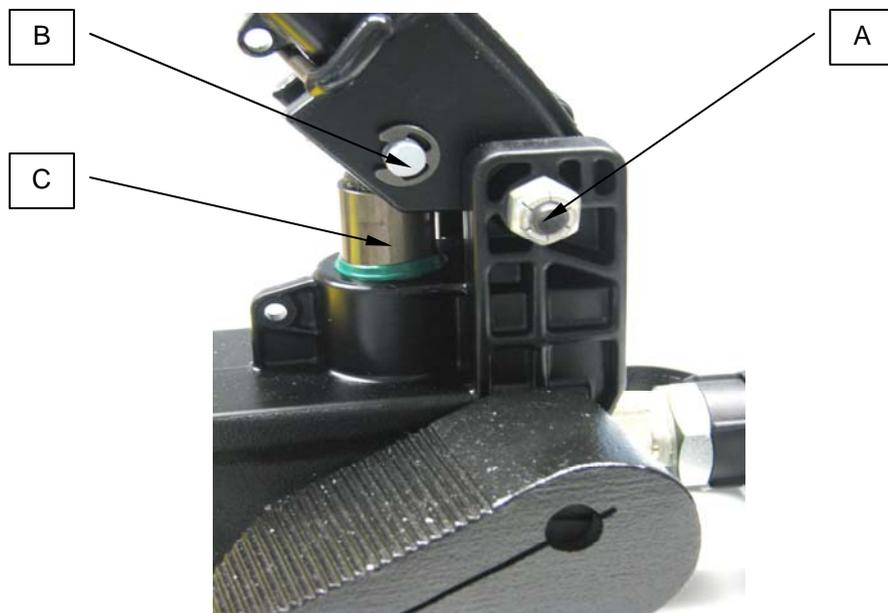

Figure 10
Pour prolonger au maximum la durée de vie de la pompe et augmenter sa performance, lubrifiez l'axe de l'essieu (A), la contre-goupille (B) et la tête du piston (C) régulièrement à l'aide de graisse pour roulements à galets.(voir figure 10)